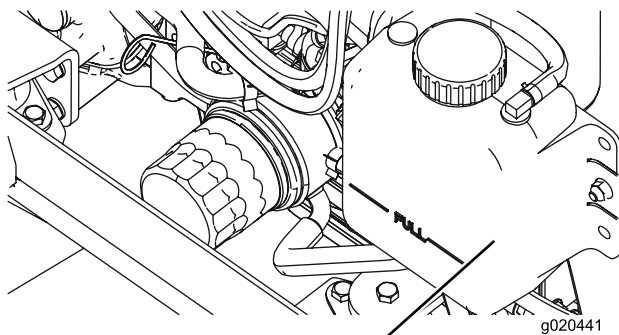

Figure 9
1. Retirez le bouchon du radiateur et le bouchon du vase d'expansion avec précaution (Figure 9).